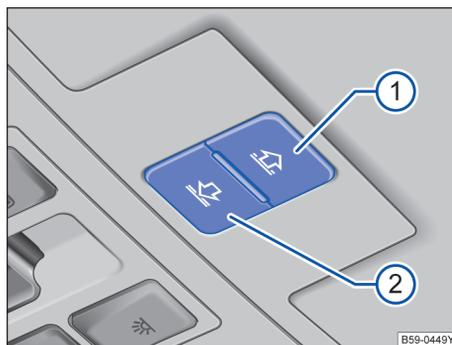

图 70 在顶篷中：遮阳卷帘的按钮
按钮→图 70 ①和② 设有 2 挡位置。1 挡位置：可完全或部分打开或关闭遮阳卷帘。